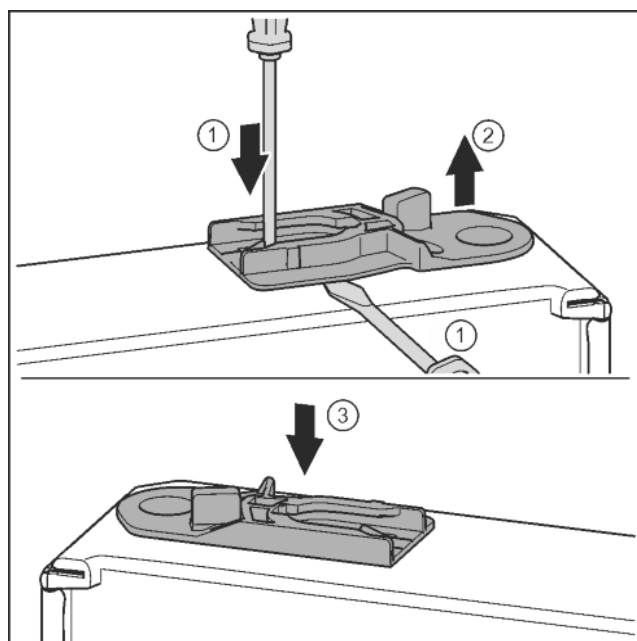

Fig. 32
- Führungsbuchse herausziehen: Lasche mit Schlitzschraubendreher drücken und gleichzeitig mit Schlitzschraubendreher unter Führungsbuchse fahren. Fig. 32 (1, 2)
- Im Lieferumfang beiliegende Führungsbuchse auf anderer Gehäusesseite einschieben. Fig. 32 (3)